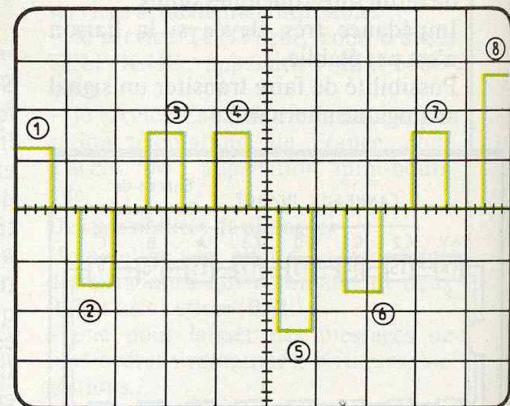

Fig. 5
b) Groupement parallèle (fig. 5)